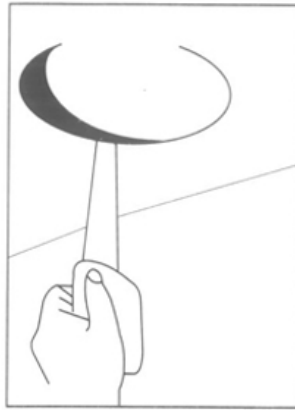

Figure 33
- 3) В соответствии с материалом потолка, используйте подходящий материал для вырезания отверстия (рис. 33).